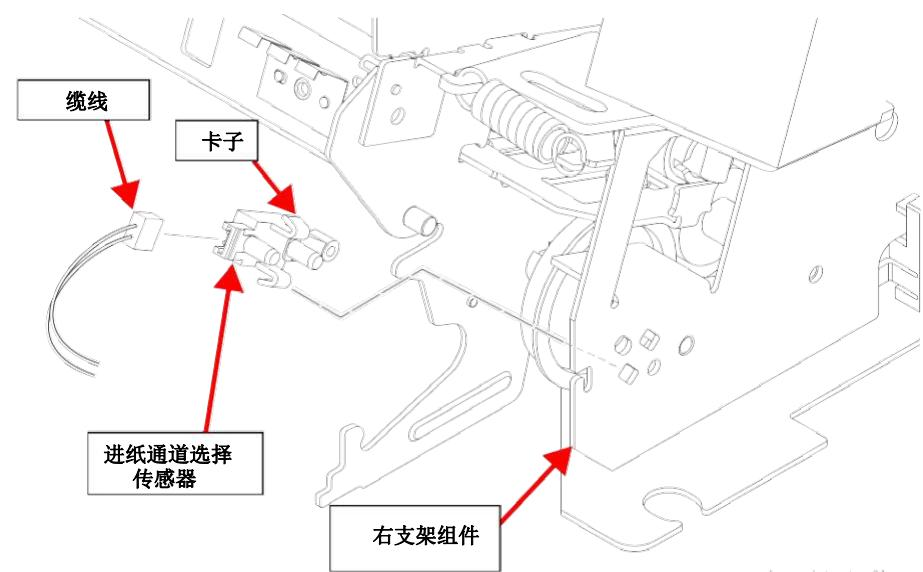

图 4-24. 进纸通道选择传感器的拆卸
2. 把用于将进纸通道选择传感器固定到右支架组件上的 2 个卡子松开, 然后取出传感器。(参见图 4-24)